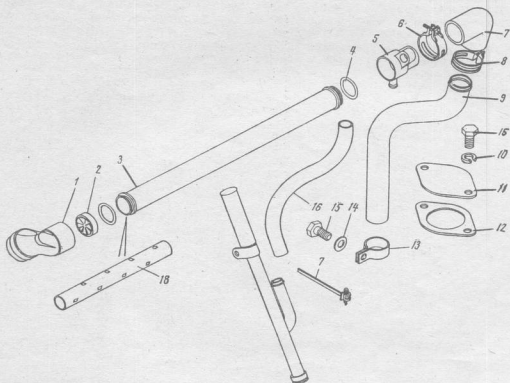

Рис. 14. Вентиляция картера двигателя:
37. Отвернуть болт 15 (Рис. 14) с шайбой крепления кляммера 13 трубки 9 отвода газов к блоку цилиндров. (Головка сменная 13 мм, ключ с присоединительным квадратом).